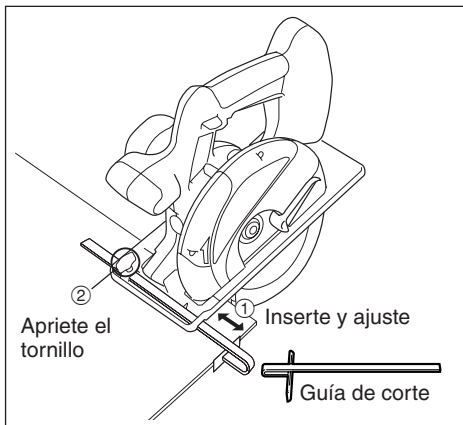

Fig. 6
- Inserte la guía de corte al hilo y ajuste el ancho de corte. (Consulte la Fig. 6.)